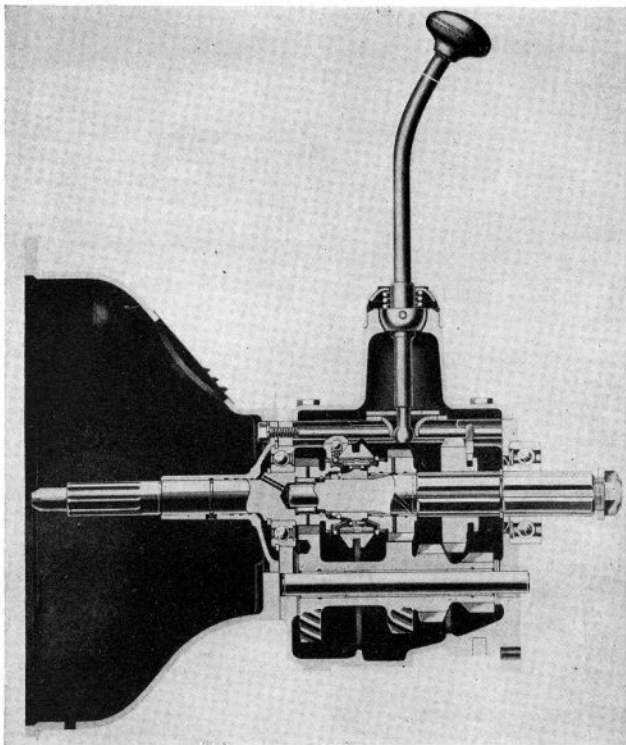
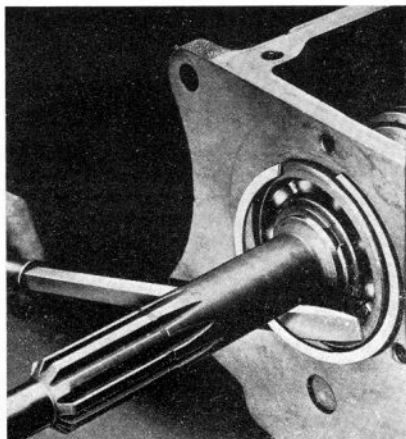

FIGURE 1.—Boîte de vitesses.
FIGURE 2.—Démontage de la bague à ressort du roulement.
La boîte de vitesses (fig. 1) à 3 vitesses, est du type sychromesh, la seconde et la troisième étant synchronisées. Pour les instructions concernant le changement des vitesses, voir schéma Fig. 2 dans le chapitre "Instructions pour le conducteur."
14. Enlever les freins à ressort de l'arbre du pignon de prise directe, ainsi que les roulements. (Voir fig. 2.)